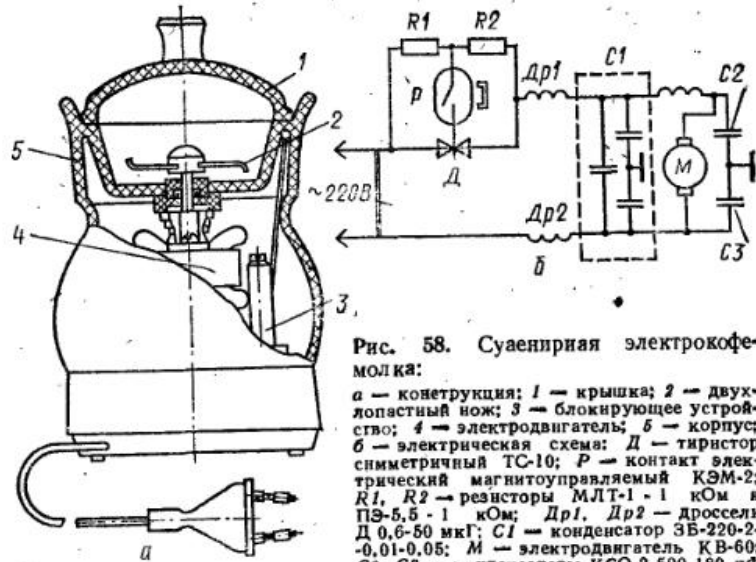

Рис. 58. Сувенирная электрокофемолка:
**ЭЛЕКТРОКОФЕМОЛКА СУВЕНИРНАЯ.** Эта кофемолка ударного действия. Внутри корпуса размещены электродвигатель 4 (рис. 58, а) с помехоподавляющим устройством и электронное блокирующее устройство 3. Корпус и крышка расписаны декоративным рисунком. Чаша, в которой мелется кофе, выполнена совместно с корпусом. В ней